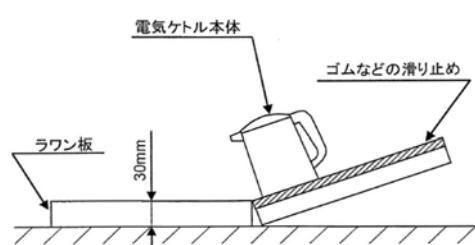

図 2 転倒流水試験の方法\*2
JIS の「転倒流水試験」を準用して行い（図 2 参照）、転倒方向は注ぎ口に対して前後左右の 4 方向とした。
- 〔 \*1: 転倒流水試験の概要 電気ケトルに定格容量の水を入れ、図2に示す水平に保った台の上に本体を載せ静かに傾け、ラワン板上に転倒させ10秒間の流出水量を測定する。基準流出水量は50ml以下。 \*2: 電気製品認証協議会「電気湯沸器（電気ケトル及び電気ポット）の転倒流水対策に係る取扱運用」より引用 〕